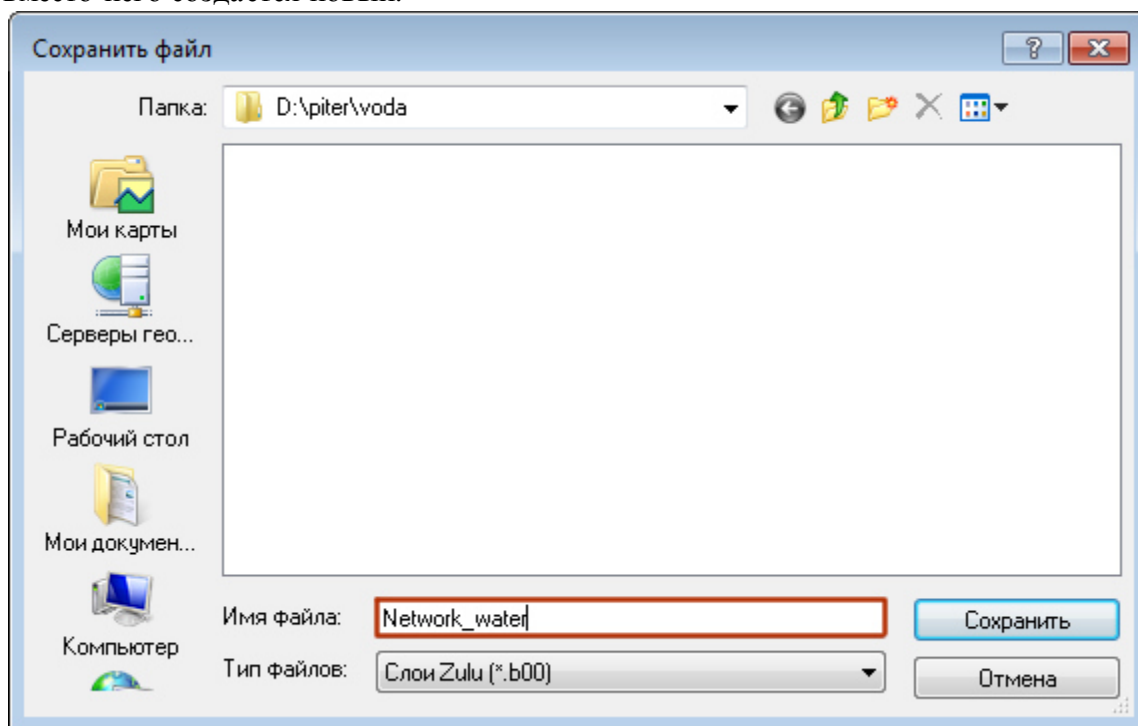

Рисунок 27. Окно создания файла водопроводной сети
5. В строке *Имя файла* ввести имя файла латинскими символами (например Network_water) и нажать кнопку **Сохранить** (см. Рисунок 27, «Окно создания файла водопроводной сети»). Если будет выбрано имя файла уже существующего слоя, то в результате создания нового слоя существующий слой будет **уничтожен**, и вместо него создастся новый.